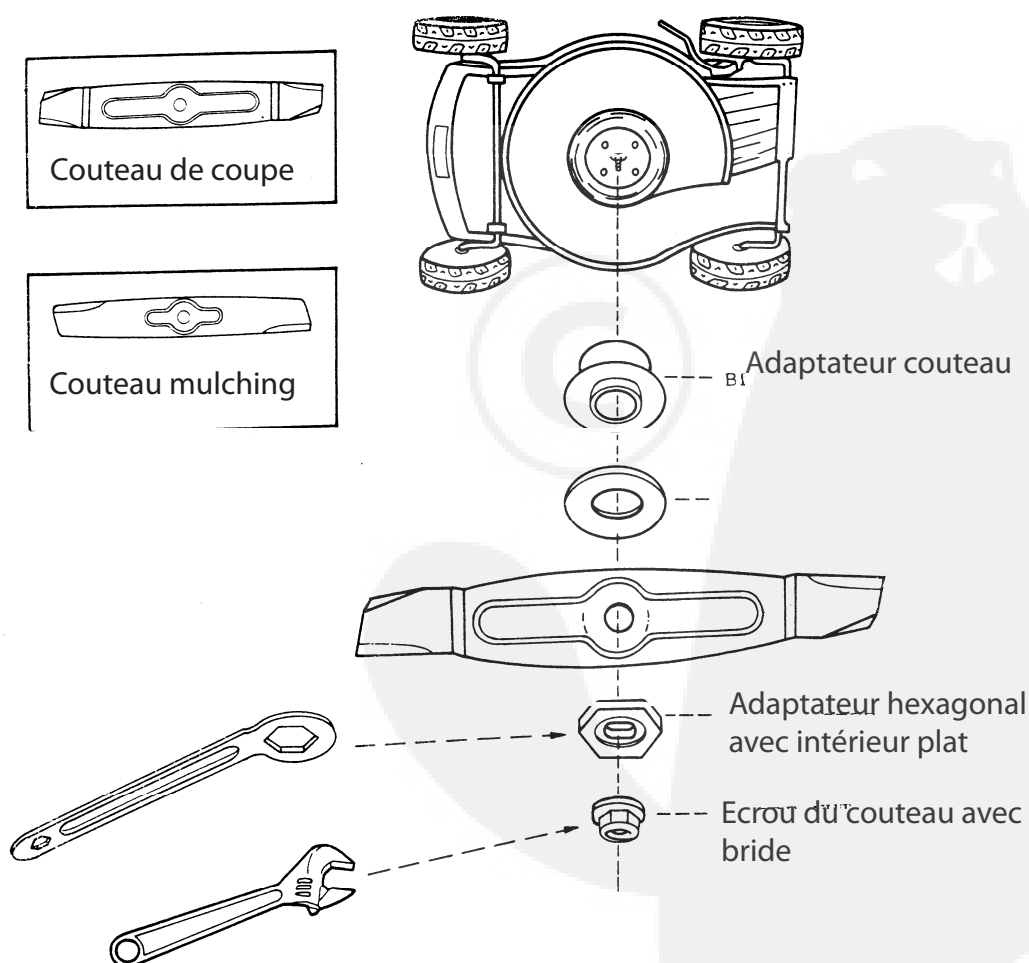

Fig. 19
3. Voir Fig. 19. Placez la clé de 36 mm (fournie avec la tondeuse) sur l’ADAPTATEUR HEXAGONAL en acier. Desserrez l’ECROU de 19 mm DU COUTEAU avec une clé anglaise ou similaire. Pour la desserrer, tournez l’écrou à contre-sens des aiguilles d’une montre. Tenez l’adaptateur hexagonal fermement d’une main pour éviter que l’axe du moteur tourne, tandis que vous déboulonnez le couteau de l’autre main.
- Pour remettre un couteau affûté en place ou en monter un nouveau, inversez les étapes de 1 à 4 dans les instructions ci-dessus. Assurez-vous de replacer toutes les pièces correctement et telles que montrées sur la Fig. 19. Vérifiez l’orientation du couteau. Serrez le couteau fermement.